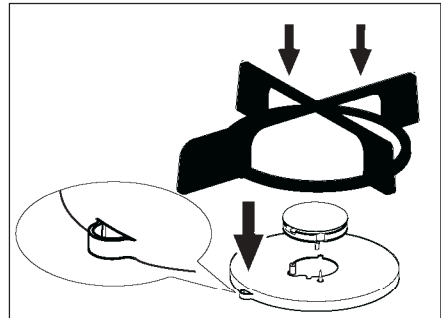

Рис. 2
- После появления пламени поддержите ручку нажатой около **5 секунд**. Это даст термопаре (рис. 2 - поз. D) нагреться и отключить предохранительное устройство, в противном случае подача газа будет прервана. Затем убедитесь в стабильности пламени и отрегулируйте его на нужный уровень.
Таким образом подставка будет устойчивой (рис. 2).